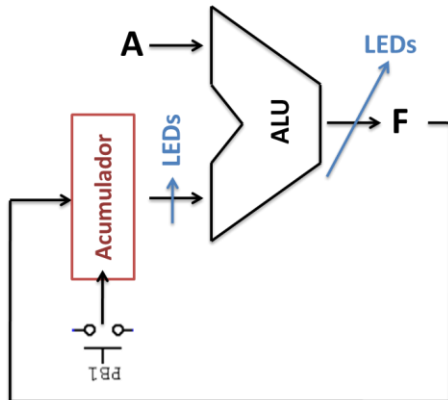

Figura 2. Circuito ALU y Acumulador
Construir el circuito de la *Figura 2*. utilizando un ALU DM74LS181 y un registro de 4 bits (basado en el DM54LS175 o SN54/74LS95B). Una vez construido, deberán demostrar el correcto funcionamiento del mismo al realizar la secuencia de operaciones descritas en la *Tabla 2*. y mostrar los resultados (en el protoboard) al profesor; dichos resultados deberán de ser corroborados a mano y documentados.
Tabla 2. Serie de operaciones a realizar con el circuito de la Figura 2.
- o Diagrama a bloques del circuito de la *Figura 2*, especificando componentes utilizados en el protoboard.